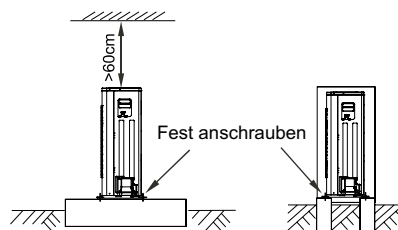

Abb. 5-1
- Gemäß den Anforderungen an das Außengerät ist ein Betonfundament herzustellen. (s. Abb. 5-1)
- Um ein Umkippen im Falle von Erdbeben oder starken Winden zu vermeiden, sind die FüÙe des Gerätes festzuschrauben. (s. Abb. 5-1)